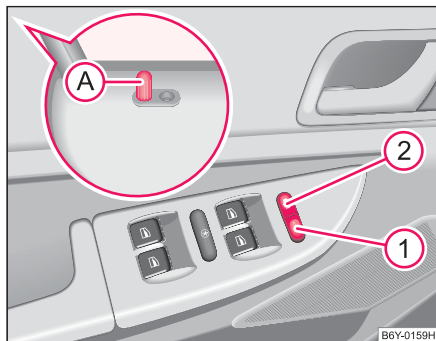

Fig. 23 Touches pour le verrouillage centralisé
Le bouton de sécurité (A) dans la portière se lève ou s'abaisse lors du déverrouillage ou du verrouillage ⇒ page 44, fig. 23.
- avec les boutons de sécurité dans les portières avant (A) ⇒ page 44, fig. 23 (verrouillage uniquement)
- Si la protection Safe est mise hors service, le témoin de contrôle à côté du bouton de sécurité  ne clignote pas dans la portière du conducteur ⇒ page 44, fig. 23. Cela n'est toutefois pas valable sur les véhicules avec alarme antivol* car le témoin de contrôle indique que l'installation est active.
- Appuyez sur la touche (1) ⇒ fig. 23 ou enfoncez le bouton de sécurité (A).
- Appuyez sur la touche (2) ⇒ fig. 23.
- La figure représente ⇒ fig. 23 l'utilisation des véhicules équipés d'une commande Confort pour les fenêtres* ⇒ page 48. ■